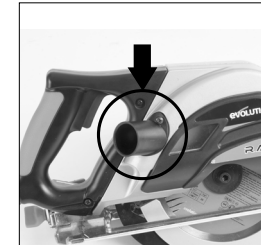

Fig. 9
- Monteer de afvoeropeningsuitlaat op de plaats van de afdekking. (Fig. 9) Houtspanen zullen tijdens zaagoperaties uit de afvoeropeningsuitlaat worden gestoten.